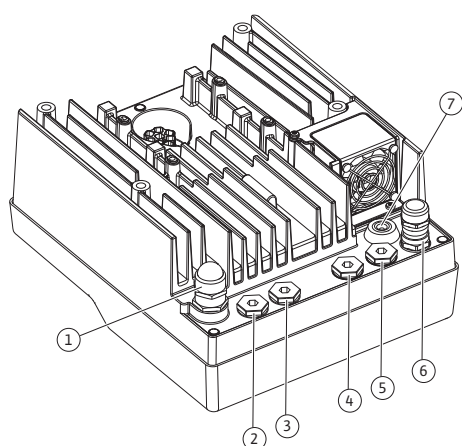

Fig. 19: Στυπιοθλίπτης καλωδίου/Ανοίγματα διέλευσης καλωδίων
4. Οδηγήστε το καλώδιο σύνδεσης μέσω του στυπιοθλίπτη καλωδίου M25 (Fig. 19, θέση 1). Σφίξτε τον στυπιοθλίπτη καλωδίου με την προκαθορισμένη ροπή.